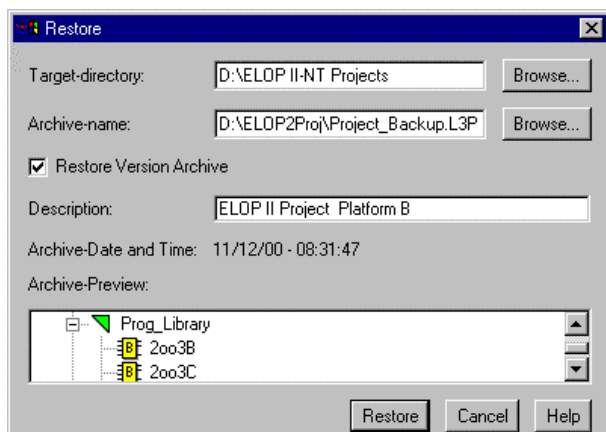

Рис. 117 Восстановление архива
- В окне "Restore" (Восстановить) (Рис. 117) выберите тот целевой каталог в поле **Target-directory**, куда Вы хотите сохранить восстановленный проект. Используйте кнопку **Browse... (Обзор)** для выбора уже существующего каталога.
- ☐ В окне "Restore" (Восстановить) (Рис. 117) выберите имя архива в поле **Archive-name** и путь восстанавливаемого проекта. Используйте кнопку **Browse... (Обзор)** для выбора архива с помощью мыши.